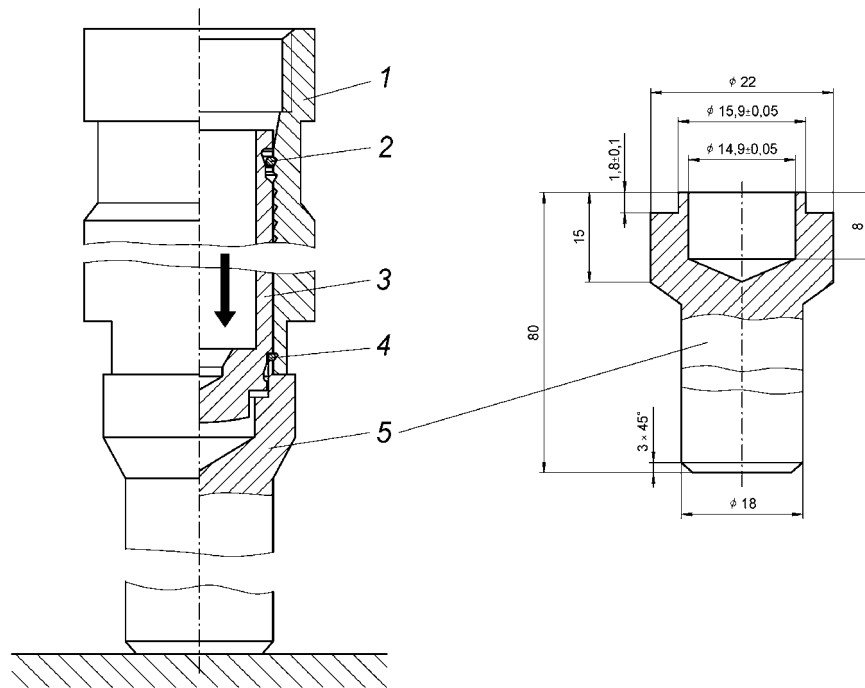

Рисунок 47 – «Зарядка» гидронатяжителя с помощью оправки:
- на закрепленную вертикально оправку 5 (Рисунок 47) установить корпус 1 гидронатяжителя;